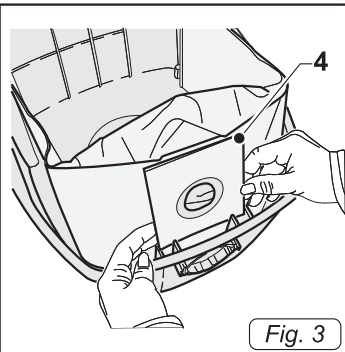

Fig. 3
- Controlar que dentro del aparato esté colocada la bolsa de papel (4 Fig.3).
- Si la bolsa de papel (4 Fig.3) no está colocada, instalarla introduciendo la parte dura cuadrada de cartón en el respectivo asiento del bidón.
- Quitar la bolsa de papel recolectora de polvos (4 Fig.3) y cambiarla siguiendo las indicaciones anteriores.